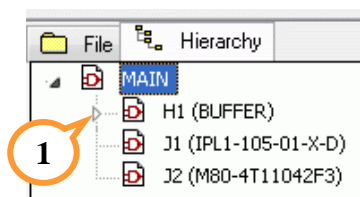
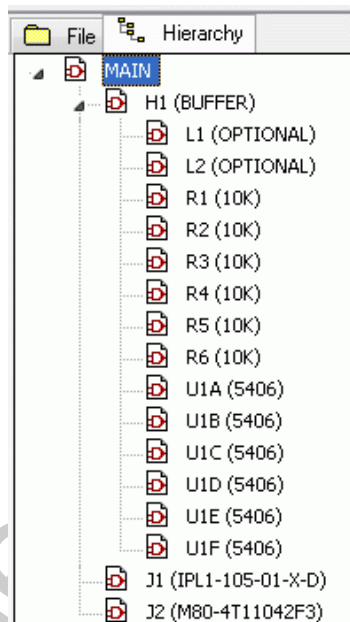

рис. 10-20
рис. 10-21
Во вкладке Hierarchy (**рис. 10-11**, ②), представлена зависимость Schematics. Например, из **рис. 10-20** ясно, что дизайн состоит из главной (Root) схемы **Main**. На схеме имеются три компонента: разъёмы **J1** и **J2** (Primitive) и иерархический модуль **H1**.
Напротив **H1** стоит стрелка (**рис. 10-20**, ①), следовательно, модуль является компонентом Non-Primitive, и нам доступна его внутренняя структура. Щёлкнув по стрелке, можно увидеть список компонентов или других модулей, входящих в **H1** (**рис. 10-21**).